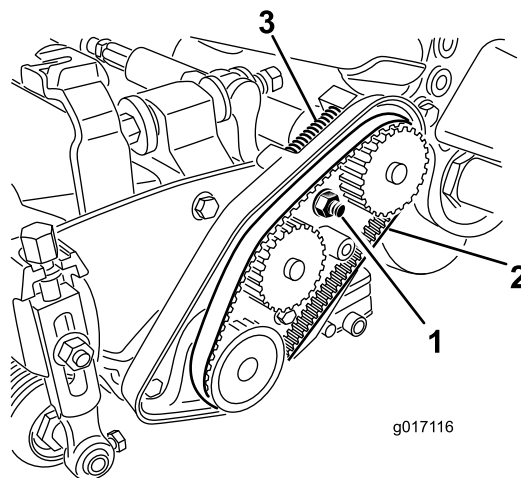

图17
3. 松开轴承座螺母图17。
5. 拆下皮带 (图17)。
12. 确保压缩弹簧对皮带 (图17) 施加张紧力。